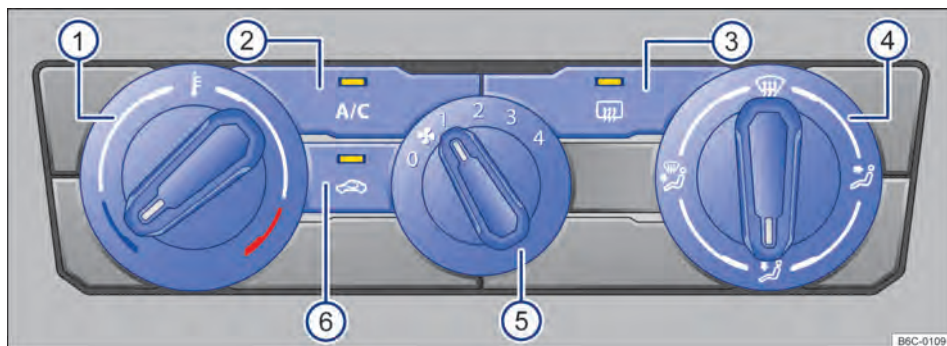
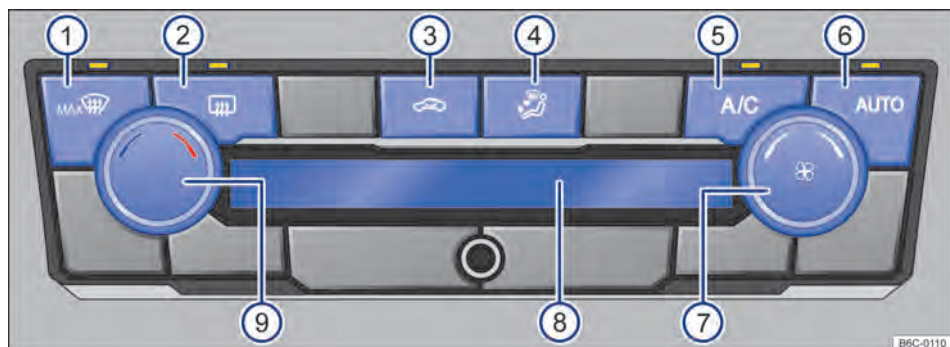

Fig. 80 Comandos do ar-condicionado.
Fig. 81 Comandos do Climatronic.
- *Ar-condicionado*: girar o regulador do ventilador para o nível 0 → Fig. 80 ⑤.
- *Climatronic*: girar o regulador do ventilador para a esquerda até o batente → Fig. 81 ⑦
Com o botão **AUTO** → Fig. 81 ⑥ é possível ligar o modo automático do Climatronic.
O modo automático garante temperaturas constantes no interior do veículo. A temperatura do ar, o volume de ar e a distribuição de ar são regulados automaticamente. O funcionamento automático se desliga quando a ventilação é alterada manualmente ou com a alteração da distribuição de ar através do botão → Fig. 81 ④ pressionar.
- *Ar-condicionado*: girar o regulador rotativo esquerdo → Fig. 80 ①.
- *Climatronic*: girar o regulador rotativo esquerdo → Fig. 81 ⑨.
No display do Climatronic → Fig. 81 ⑧ é indicada a temperatura ajustada.
- *Ar-condicionado*: girar o regulador do ventilador → Fig. 80 ⑤.
- *Climatronic*: girar o regulador do ventilador → Fig. 81 ⑦.
- Pressionar o botão → Fig. 80 ⑥ ou → Fig. 81 ③.
- *Ar-condicionado*: girar o regulador da direita → Fig. 80 ④ para posição desejada.
- *Climatronic*: pressionar o botão → Fig. 81 ④ para posição desejada, a distribuição selecionada será indicada no display ⑧.
- *Ar-condicionado*: girar o regulador direito para a posição  → Fig. 80 .
- *Climatronic*: pressionar o botão  → Fig. 81 .